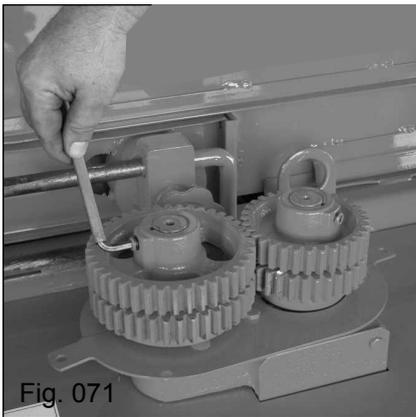

Fig. 071
i) Remova a tampa da caixa de câmbio, solte as engrenagens superiores (Fig. 071 e 072), passe a engrenagem da figura 60 para a posição (Fig. 073), monte a engrenagem dupla (Fig. 074). Lubrifique as engrenagens com a graxa recomendada (vide capítulo de lubrificação) antes de montar a caixa de câmbio.